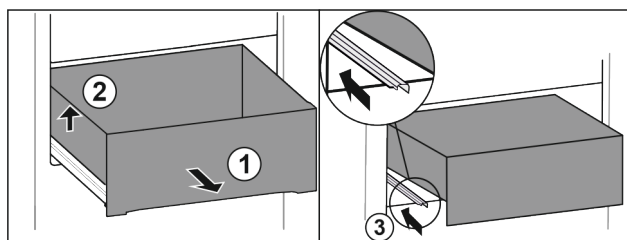

Fig. 106
- Tirer le tiroir jusqu'en butée. Fig. 106 (1)
- Soulever le tiroir sur la gauche. Fig. 106 (2)
- Rentrer le rail de gauche. Fig. 106 (3)